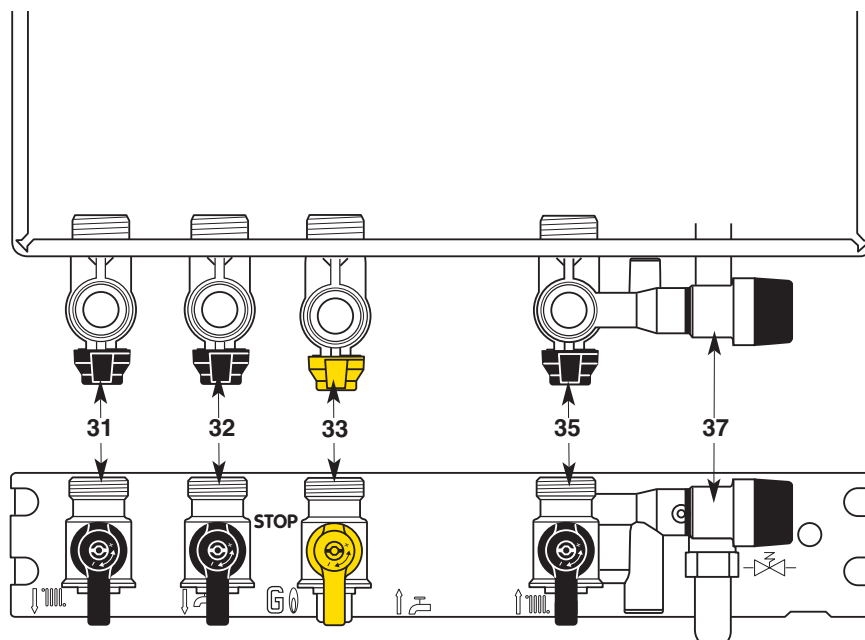

Fig. 22 - Vues de dessus et de face
### Barrette robinetterie (fig. 22)
3. Ouvrez l'arrivée du gaz, robinet gaz **33** (fig. 22), sur la position «  ».
- Coupez l'arrivée du gaz en tournant le robinet **33** (fig. 22), sur la position «STOP».
*chauffage **31** (fig. 22).*